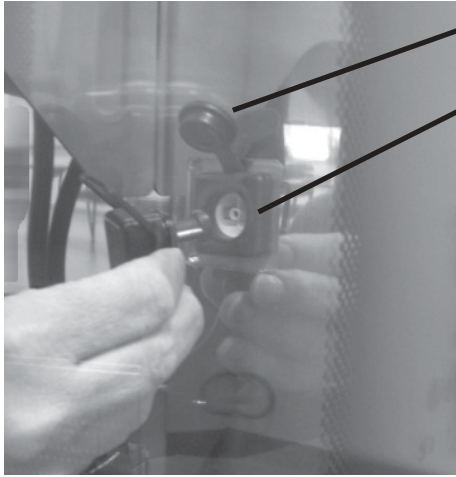

Figure 1
- b. Enlevez le capuchon des prises du côté droit des étagères. Figure 1.
- c. Alignez les broches de la fiche et les trous de la prise, puis enfoncez fermement la fiche dans la prise. Figure 1.